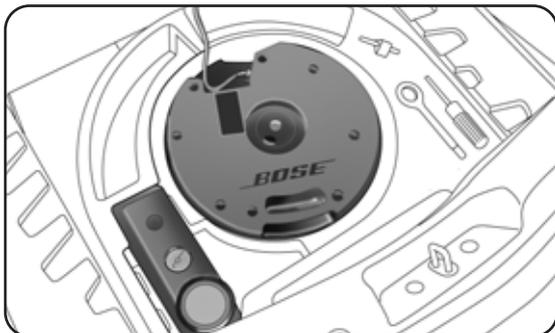

fig. 121
- prendi il "Kit Fix&Go Automatic" ubicato sul lato sinistro del bagagliaio (fig. 121);
AVVERTENZA Nel caso in cui fosse necessario rimuovere il Subwoofer, per riposizionarlo correttamente segui le indicazioni presenti sull'etichetta adesiva fig. 121 ubicata sopra il Subwoofer stesso.